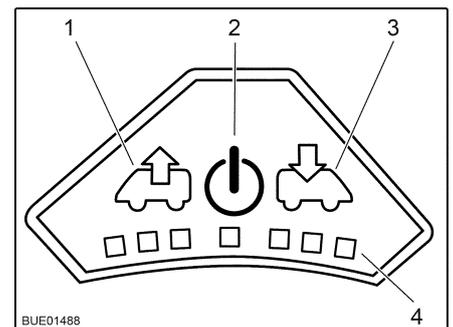

Fig. 57 Cuadro de mando del ventilador
- Conectar:* ■ Pulsar la tecla On/Off (Fig. 57,2). El ventilador funciona en el modo confort (extracción con la velocidad más baja del ventilador).
- Purgar:* ■ Para aumentar la velocidad del ventilador: Pulsar la tecla de extracción (Fig. 57,1). La velocidad del ventilador aumenta un nivel en el sentido de extracción de aire. Los LED (Fig. 57,4) muestran los niveles de ajuste.
■ Para disminuir la velocidad del ventilador: Pulsar la tecla de ventilación (Fig. 57,3). La velocidad del ventilador disminuye un nivel.
- Ventilar:* ■ Para aumentar la velocidad del ventilador: Pulsar la tecla de ventilación (Fig. 57,3). La velocidad del ventilador aumenta un nivel en el sentido de ventilación. Los LED (Fig. 57,4) muestran los niveles de ajuste.
■ Para disminuir la velocidad del ventilador: Pulsar la tecla de extracción (Fig. 57,1). La velocidad del ventilador disminuye un nivel.
- Desconectar:* ■ Pulsar la tecla On/Off (Fig. 57,2). El ventilador se detiene, los LED se apagan.